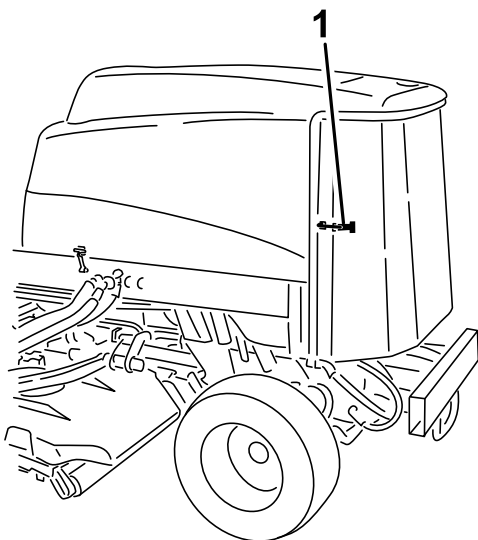

Figura 85
3. Desprindeți și deschideți prin pivotare ecranul spate (Figura 85).